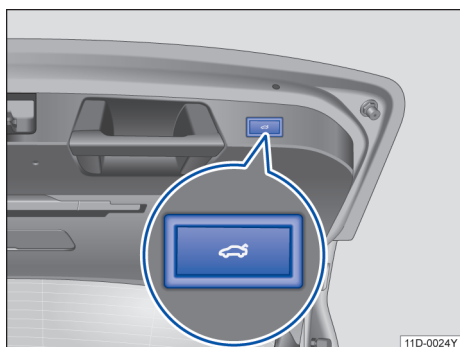

图 53 在打开的行李厢盖内：电动关闭行李厢盖的按钮
- 按压已打开的行李厢盖内的按钮 → 图 53。
- 或：在打开或关闭过程中按压行李厢盖上的按钮 → 图 53。
- 按住行李厢盖内的按钮  → 图 53，直至危险警告灯闪烁为止。